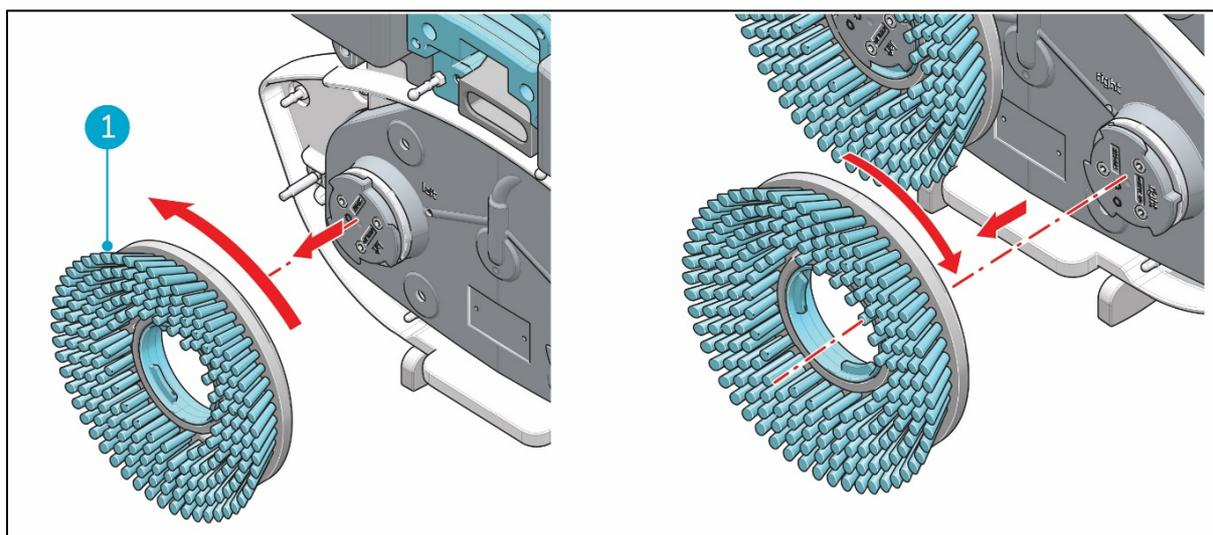

Figure 25
3. Utilisez votre autre main pour tourner la brosse gauche (Figure 25, pos 1) dans le sens contraire des aiguilles d'une montre jusqu'à ce que vous sentiez une résistance ou jusqu'à ce que le disque du moteur tourne également.